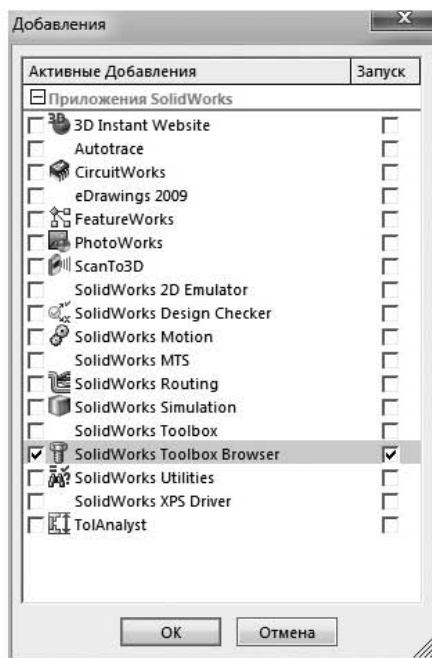

Рис. 6.6. Диалоговое окно Добавления
1. Выберите пункт меню **Инструменты** ▶ **Добавления**, в результате появится диалоговое окно (рис. 6.6).